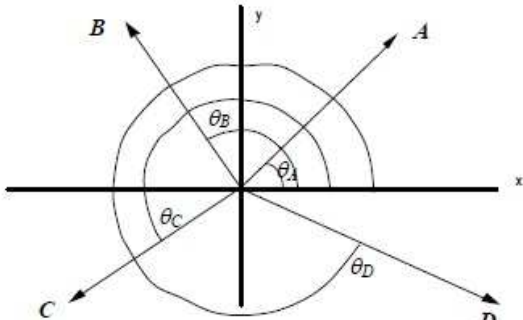
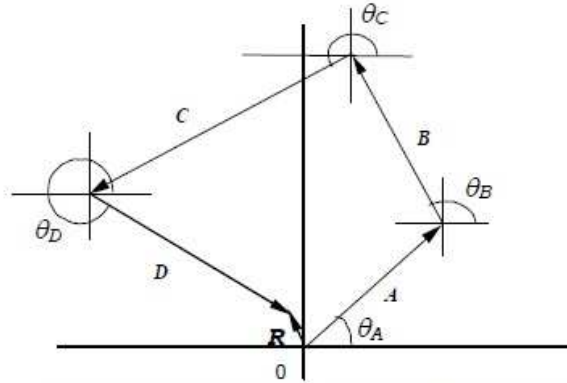

Fig.3 Sistema de cuatro fuerzas
Fig.4 Suma de fuerzas. Método del Polígono
10. Ahora, en otra hoja de papel milimétrico, suma vectorialmente las tres fuerzas F_A , F_B y F_E mediante el llamado **método del polígono**, que es el método gráfico requerido cuando se suman gráficamente más de dos vectores. Este método se ilustra a manera de ejemplo en su forma gráfica en las fig.3 y fig.4 para la suma vectorial de los vectores de fuerza: **A**, **B**, **C** y **D**.